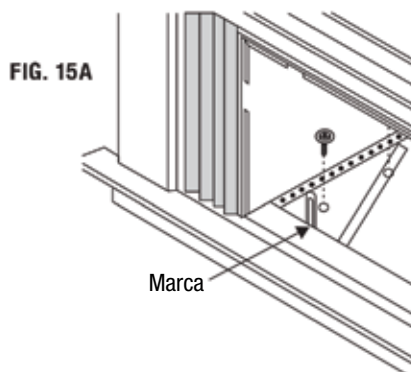

FIG. 15A
1. Sostenga cada soporte a ras de la parte exterior del umbral y apriete hasta el fondo del gabinete como se muestra en la Fig. 15A. Marque los soportes en el nivel superior del alféizar y retírelos.